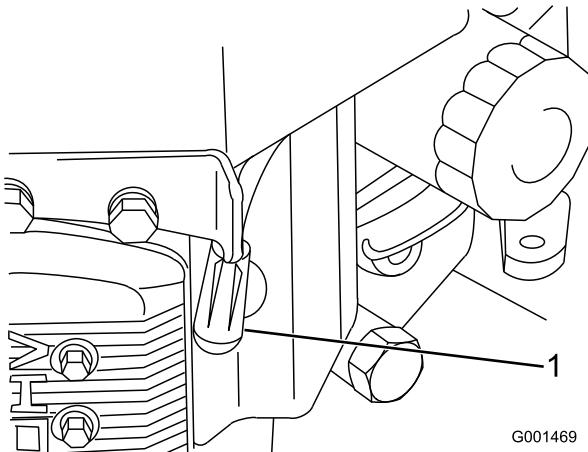

Figure 30
- Débranchez les fils des bougies (Figure 30).